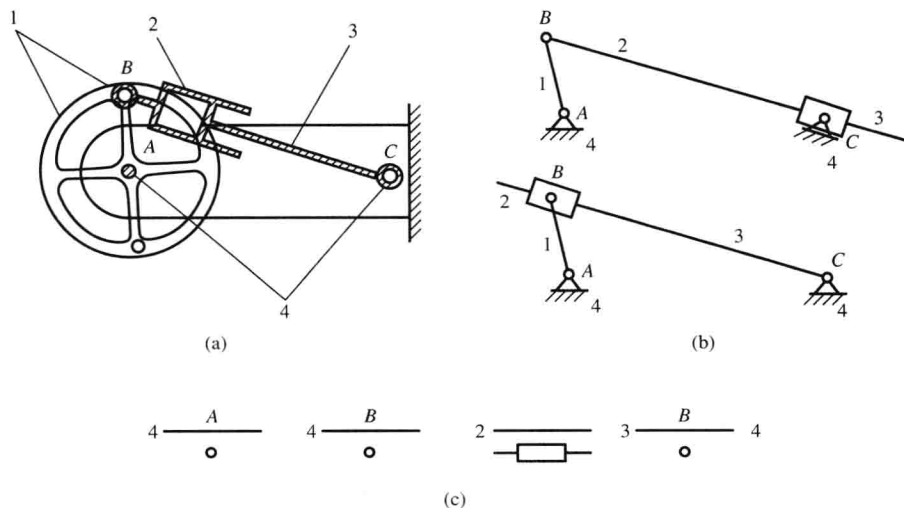

图 1-10 运动简图举例
(1) 首先拿到一个机构模型, 要分析构件间的接触关系, 因为只有彼此直接接触的构件才有运动副, 例如对图 1-10(a)中的机构, 我们列出接触关系如图 1-10(c)所示。构件间的连线表示运动副; 这样不直接接触的构件就不要分析运动副了。
成移动副的两构件可以把其中之一画成滑块,另一个画成穿越滑块的直杆,移动副方向必须与真实方向一致(可以平移)。有的机构中存在移动副移动方向与转动副位置重叠的情况,由于两个构件的转动副 B 和 C 与移动副导路方向在一条线上,造成表达困难,此时可把画成滑块的那个构件就画在该构件转动副所在位置,例如构件 2 有一个转动副和一个移动副,转动副在 B 点,滑块就画在 B 点,方向沿移动副方向,构件 3 画成穿越滑块长方形的直杆。当然,构件 3 和构件 2 组成移动副,还有个转动副在 C 点,也可把 3 画成位置在 C 点的滑块,2 画成穿越的直杆,完成运动简图如图 1-10(b)所示。